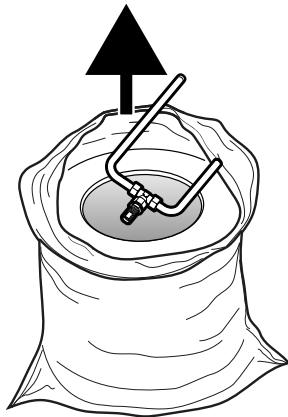

Fig. 30
8. Die Düse aus der Filterpatrone nehmen (**Fig. 30**), um sie später an der neuen Filterpatrone anzubringen.